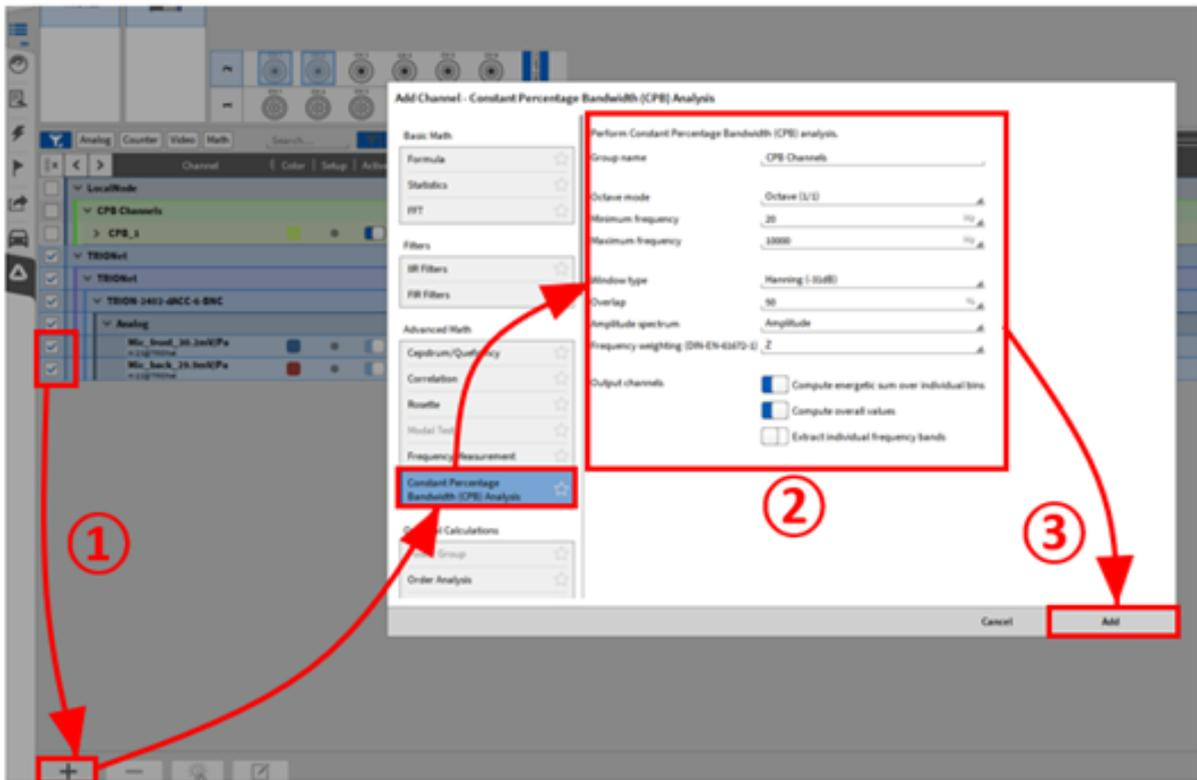

Abb. 7.130: Erstellung einer CPB Analyse
Die folgenden Optionen können bei einer CPB-Berechnung gewählt werden (siehe ② in Abb. 7.130):